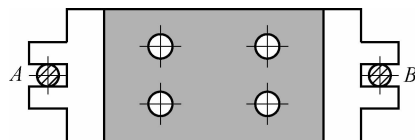

图 1-13
12. 如图 1-13 所示,用多轴钻同时钻削工件上四个直径相同的孔,已知钻一个孔的切削力偶矩 $M=15 \text{ N} \cdot \text{m}$,问加工时工件受到总的切削力偶矩有多大?若固定螺栓 A 和 B 之间的距离 $L=0.4 \text{ m}$,试求工件在切削时两个螺栓 A、B 处所产生的约束反力。